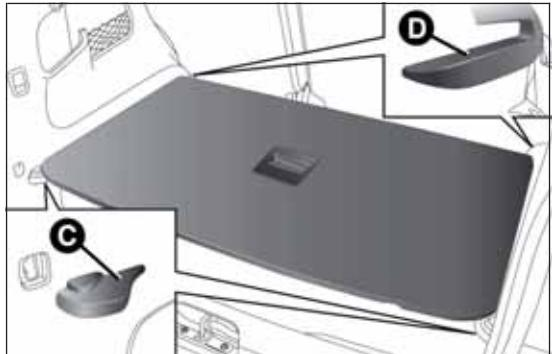

fig. 96
- posizionare correttamente il piano B sulle relative sedi C e D fig. 96 presenti sui fianchetti laterali.